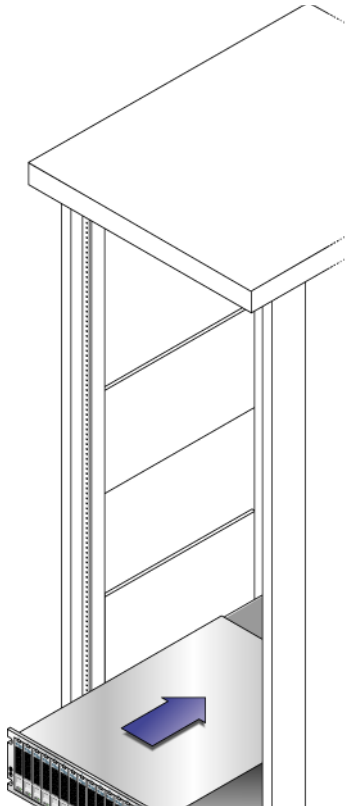

FIGURA 2-8 Introducción de la unidad en el armario
2. Deslice la unidad con cuidado hacia el interior del armario hasta que sus bordes delanteros toquen el frontal vertical del armario (FIGURA 2-8).